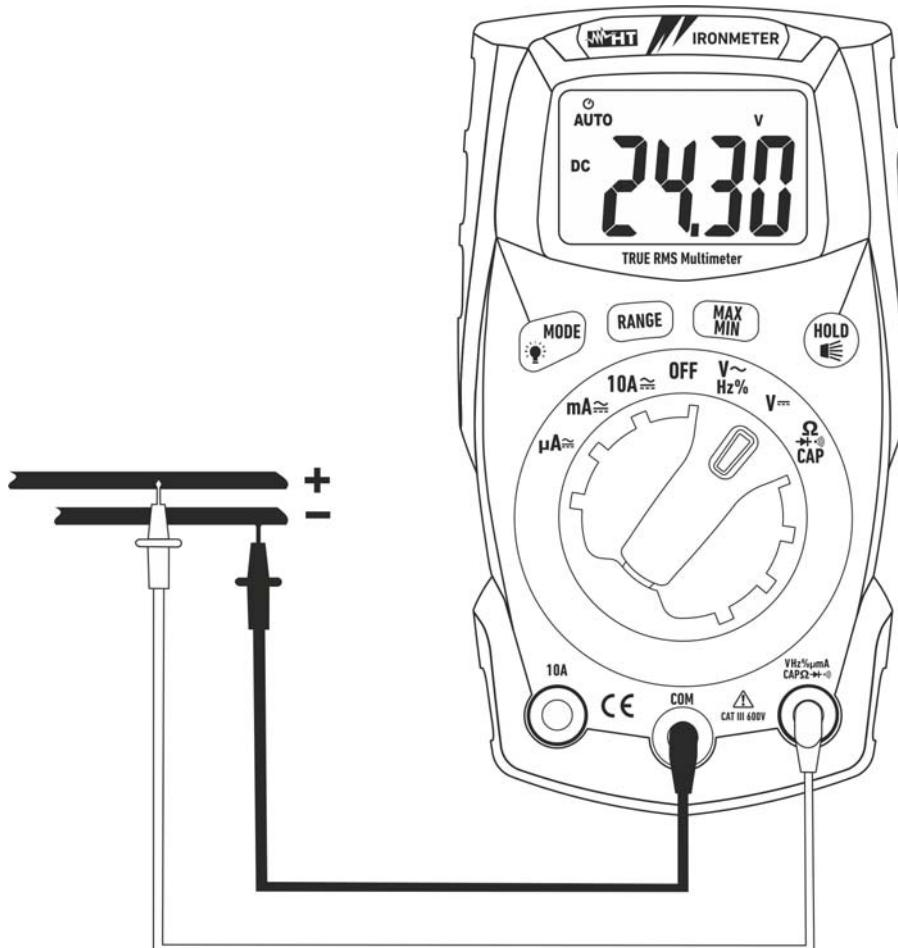

Fig. 3: Uso dello strumento per misura di Tensione DC
3. Posizionare il puntale rosso ed il puntale nero rispettivamente nei punti a potenziale positivo e negativo del circuito in esame (vedere Fig. 3). Il valore della tensione è mostrato a display
5. La visualizzazione del simbolo "-" sul display dello strumento indica che la tensione ha verso opposto rispetto alla connessione di Fig. 3.